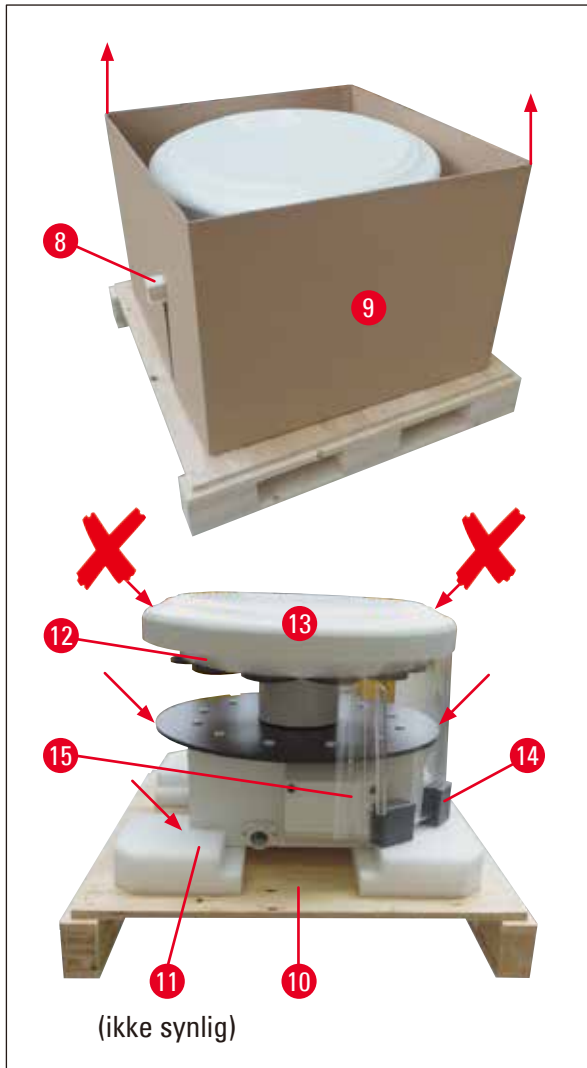

Fig. 11
- To personer må løfte apparatet sammen. Ta tak i beholderplattformen eller undersiden av huset (se (→ Fig. 11), ↓ ↓ nedenfor), og løft apparatet av transportplaten (→ Fig. 11-10).